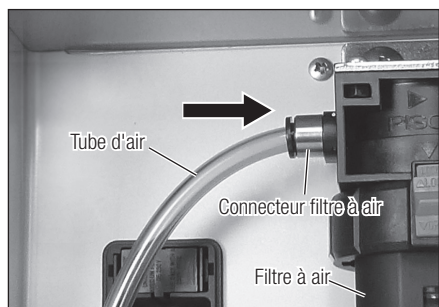

Fig. 1
- 1) Insérez fermement le tube d'air dans le connecteur du filtre à air situé à l'arrière du boîtier de contrôle (Fig. 1).